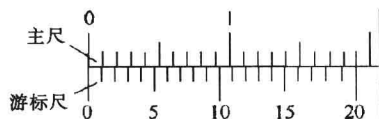

图 1-15 精度为 0.05mm 游标卡尺读数原理
②精度为 0.05mm 的刻度原理和读法。精度为 0.05mm 的游标卡尺，当两卡爪合拢时，主尺上的 19mm 等于游标尺上的 20 格（如图 1-15 所示），因而，游标尺上每格等于  $19 \div 20 = 0.95\text{mm}$ ，主尺与游标尺每格相差为  $1 - 0.95 = 0.05\text{mm}$ 。